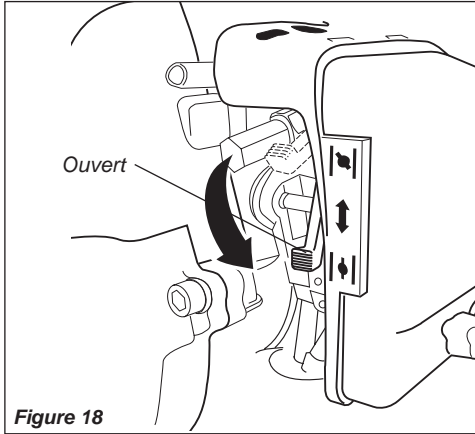

Figure 18
5. Quand le moteur démarre, abaisser lentement le levier de starter vers la position « OUVERT ». Voir figure 18. (Si le moteur arrête après le premier démarrage, fermer le starter et recommencer.)